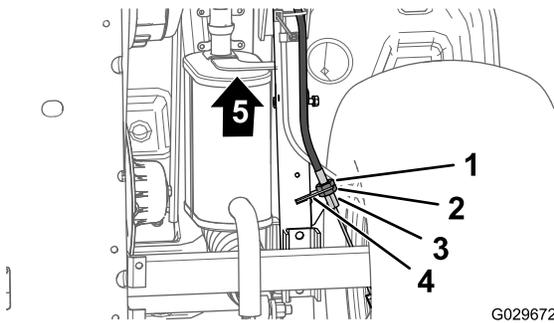

Bild 64
- Lockern Sie an der Unterseite der Maschine die hintere Klemmmutter für den Gewindeeinsteller des Feststellbremszugs um vier Umdrehungen (Bild 64).
- Ziehen Sie die vordere Klemmmutter an (Bild 64).
- Lockern Sie die vordere Klemmmutter (Bild 64) für den Gewindeeinsteller des Feststellbremszugs um eine Umdrehung.
- Ziehen Sie die hintere Klemmmutter an (Bild 64).
- Lockern Sie die hintere Klemmmutter (Bild 64) für den Gewindeeinsteller des Feststellbremszugs um eine Umdrehung.